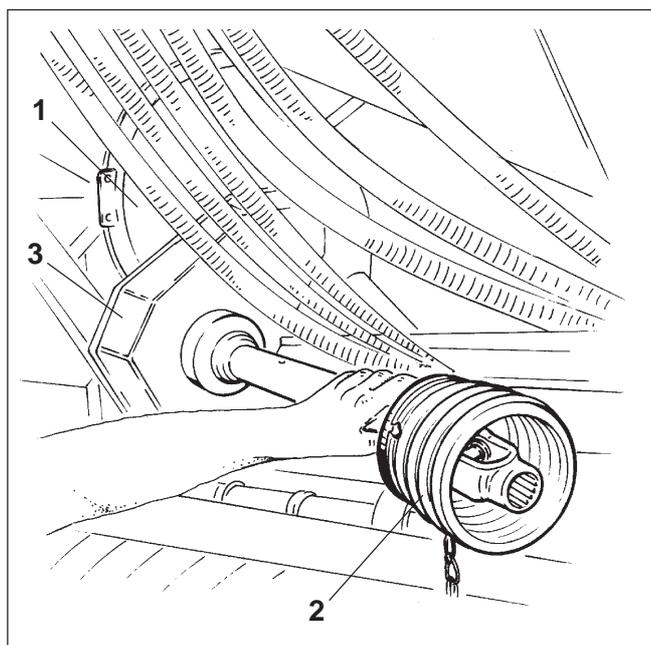

Fig. 11.3
La transmisión por correa (fig. 11.3/3) va provista de un embrague centrífugo.
La palanca de accionamiento de la válvula de mariposa (fig. 11.3/1) puede situarse en las dos posiciones siguientes:
- abierta:** (ver fig. 11.3)